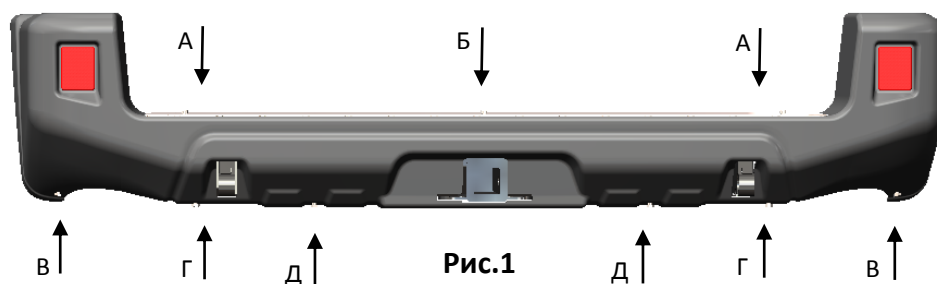

Рис.1
2. Снять упаковку с изделия и отсоединить металлический каркас от композитного бампера, вывернув болты А, Б, В, Г и Д (рис.1).
7. Установить композитный бампер на металлическом каркасе в местах А и Б – винтами Torx М8х30\*, в местах В, Г и Д - болтами М8х30\*. (рис.1)